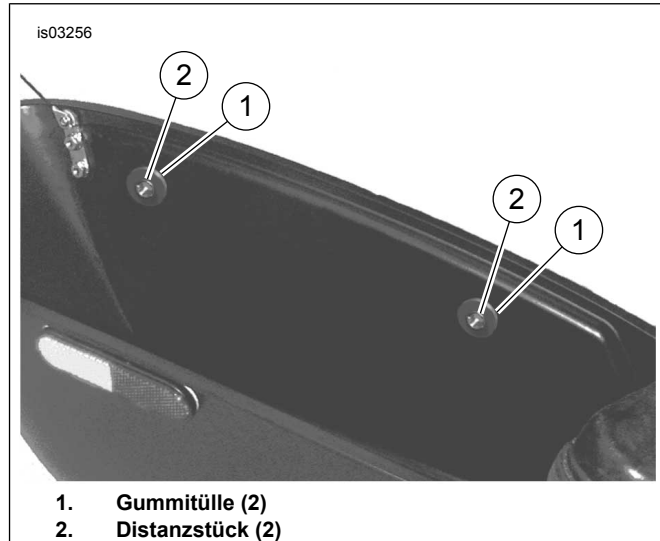
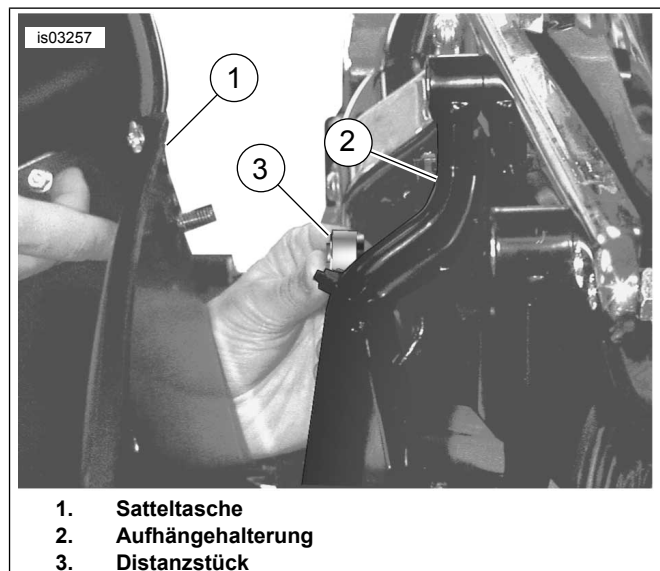

Abbildung 13. Tüllen und Distanzstücke einbauen
Abbildung 14. Distanzstück einbauen
1. Siehe Abbildung 13. Die Gummitüllen (1) in den Öffnungen an der Satteltascheninnenseite einbauen.
2. Jeweils ein Distanzstück (2) in die Tüllen einsetzen.
3. Siehe Abbildung 14. Die Satteltasche (1) zum Aufhänger (2) halten, und das Distanzstück (3) zwischen Satteltasche und Aufhängehalterung ausfindig machen.